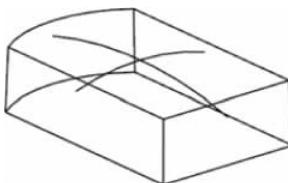
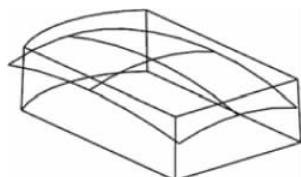

图 3-31 两条曲线
图 3-32 扫掠曲面
- (7) 单击“完成草图”按钮 , 在屏幕上方单击 , 切换视图后两条曲线如图 3-31 所示。
- (8) 选取“插入 | 扫掠 | 扫掠”命令, 选取第一条曲线为截面曲线, 第二条曲线为引导曲线, 在【扫掠】对话框中“截面位置”选“沿引导线任何位置”, 选中“保留形状”, “对齐”选“参数”。
(9) 单击“确定”按钮, 创建扫掠曲面, 如图 3-32 所示。